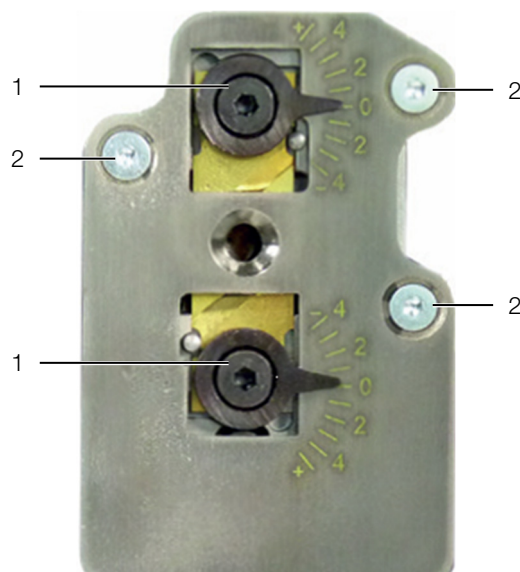

Imagen 25: Unidad pelacables
- Retire ambas excéntricas (imagen 25, pos. 1) (llave hexagonal 2,5 mm).
- Afloje los tornillos de fijación (imagen 25, pos. 2) (llave hexagonal 2,0 mm) y retire la cubierta.